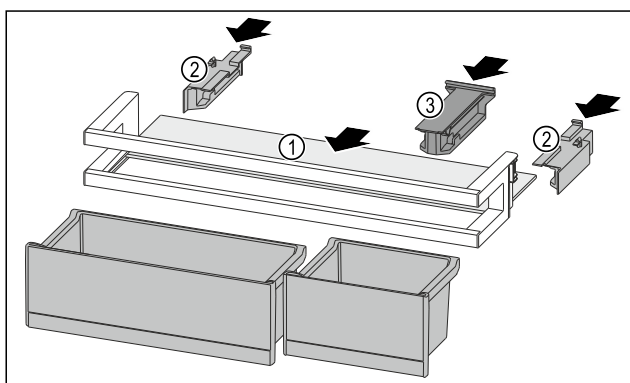

Fig. 189
- ▶ Împingeți în interior raftul Fig. 189 (1) în degajările laterale.
- ▶ Introduceți piesele laterale Fig. 189 (2).
- ▶ Introduceți piesa de susținere Fig. 189 (3).